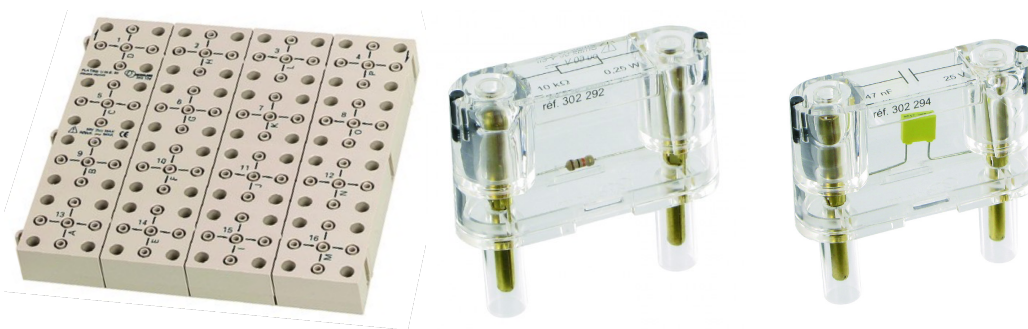

Figure 1 : Platine de test sécurisé, composants en boîtier UME (ici résistance et condensateur)
- Platine de test Jeulin (voir Figure 1)
- Composants en boîtier : résistance 10k $\Omega$ , condensateur 10nF (voir Figure 1)